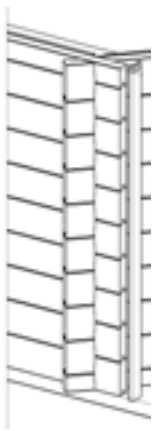
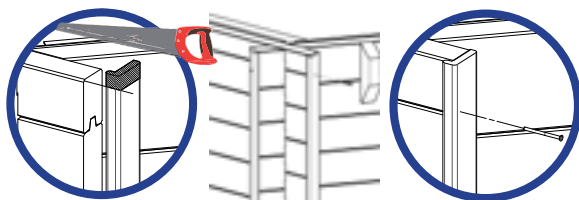

Fig. 4 / Abb. 4 / Afb. 4
Fig. 5 / Abb. 5 / Afb. 5
• Position the L trimming on the ends of the boards. • Cut off the excess part of the trimming according to the height of the pool if necessary (figure 4). • Fix trimming L using 3 screws 4 x 60 uniformly distributed over the height of the piece (figure 5).
• Présentez le cache L sur les extrémités des madriers. • Coupez l'excédent de cache selon la hauteur du bassin si nécessaire (figure 4). • Fixez le cache L à l'aide de 3 vis 4x60 également réparties sur la hauteur (figure 5).
- Legen Sie die Zierleiste L auf die Enden der Bretter. • Falls erforderlich, schneiden Sie das, was von der Zierleiste übersteht, je nach Höhe des Beckens (Abb. 4) ab. • Befestigen Sie die Zierleiste L mit Hilfe von 3 Schrauben 4 x 60 gleichmäßig auf der Höhe (Abb. 5). Der Zusammenbau des Tragwerks an sich ist beendet. Nun müssen nur noch die Ränder platziert werden (siehe Kapitel Ränder). An diesem Punkt des Zusammenbaus müssen Sie Folgendes bereits erledigt haben:
- Plaats sierlijst L op de uiteinden van de planken. • Indien nodig, overtollige stukken van de sierlijst afsnijden, afhankelijk van de hoogte van het bassin (afbeelding 4). • Zet de sierlijst L vast met behulp van 3 schroeven 4 x 60 gelijkmatig over de hoogte verdeeld (afbeelding 5). De montage van het frame zelf is nu gereed. Nu moeten alleen de randen nog worden geplaatst (zie het hoofdstuk randen). Op dit moment van de montage, moet u het volgende hebben gedaan: